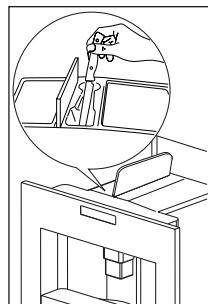

Fig. 28
- Verificați regulat (aproximativ o dată pe lună) ca pâlnia de cafea pre-râșnită să nu fie blocată (Fig. 28).